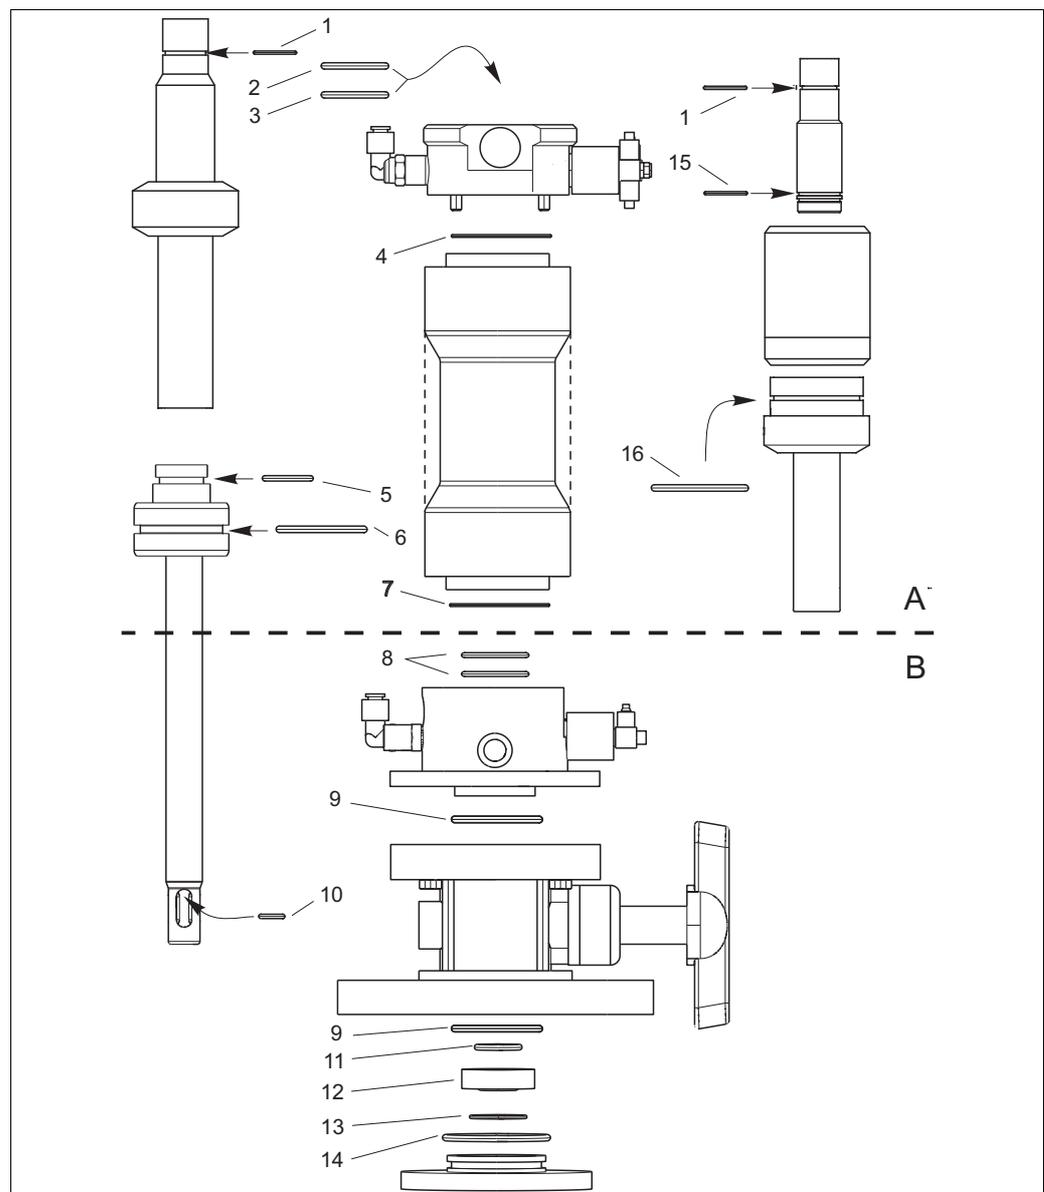

Fig. 39 : Position des joints
2. Remplacez les joints toriques montrés dans la Fig. 39.